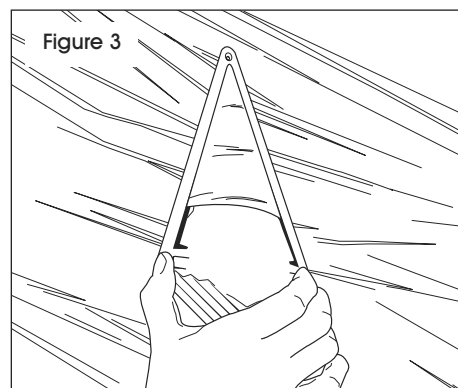

Figure 3
3. While squeezing the end tabs, continue to push the vent upward until it reaches the locking notches. Smooth any wrinkles in the shrink and release the end tabs. (See Figure 3)
3. Tout en appuyant sur les languettes d'extrémité, continuez à pousser l'évent vers le haut jusqu'à ce qu'il atteigne les encoches de verrouillage. Lissez tout froissement dans le film rétractable et relâchez les languettes d'extrémité. (Voir Figure 3)